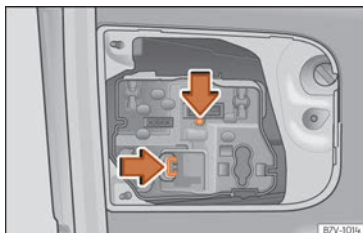

Fig. 114 Dans le hayon arrière : retirer le porte-ampoule.
4. Appuyez sur les languettes de fixation dans le sens de la flèche » fig. 114 et retirez le porte-ampoule.